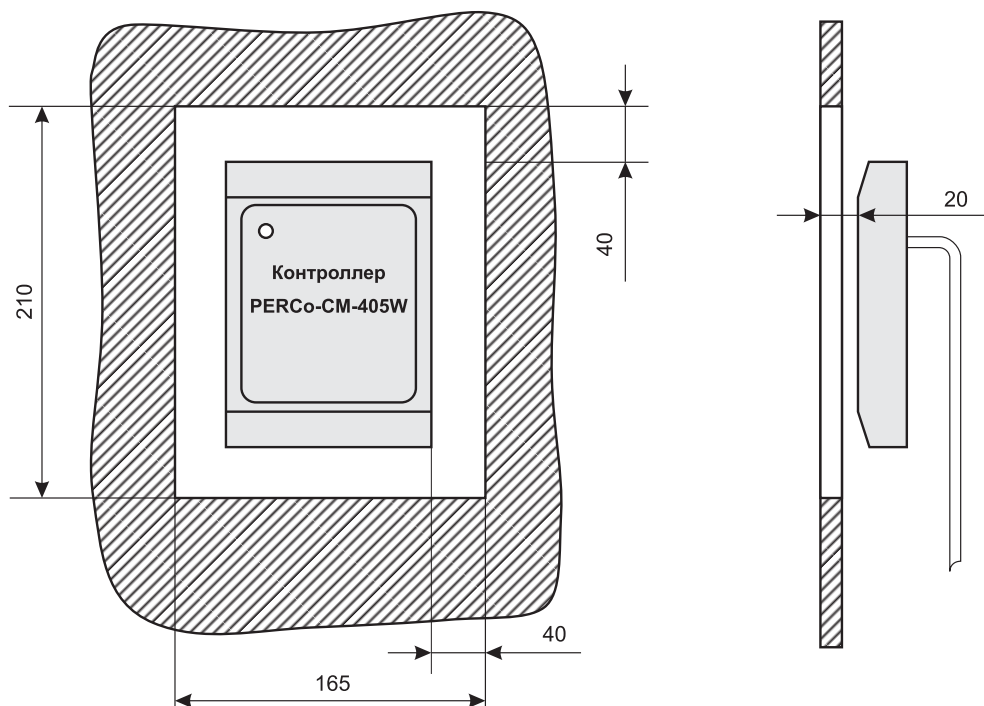

Рис. 2. Установка контроллера за металлической поверхностью
- при установке контроллера за металлической поверхностью в ней необходимо вырезать окно, напротив которого и устанавливается контроллер (рис. 2) — при этом размеры окна должны быть не менее 210x165 мм, само окно может быть закрыто неметаллической вставкой (например, из пластмассы), а контроллер может быть утоплен вглубь окна на расстояние не более 20 мм от внешней стороны металлической поверхности — дальность считывания кода при таком способе монтажа контроллера уменьшается на 30-50%.